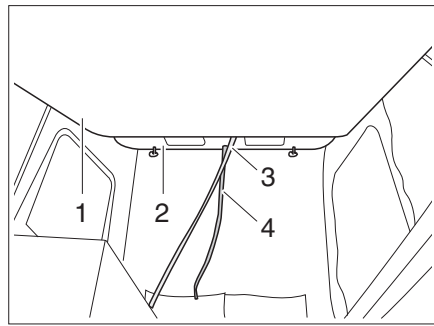

Fig. 71 Lit dans le toit télescopique
- Pousser le toit relevable (Fig. 71,2) vers le haut à l'aide des poignées avec les deux mains.
- Tirer le matelas (Fig. 71,1) vers le bas à l'aide de la poignée de traction (Fig. 71,3) jusqu'à ce qu'il se verrouille de manière audible.
- Pousser le matelas (Fig. 71,1) vers le haut.
- Tirer le toit relevable vers le bas à l'aide de la poignée de traction (Fig. 71,4).